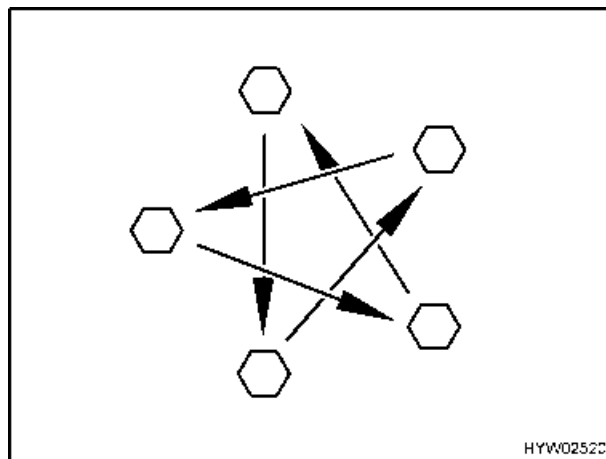

Fig. 72 Serrare a croce i dadi o i bulloni delle ruote
- Controllare regolarmente il serraggio dei dadi o dei bulloni. Regolare a croce (Fig. 72) il serraggio dei dadi o dei bulloni di una ruota sostituita dopo circa 50 km. Per il valore della coppia di serraggio consultare il paragrafo Coppia di serraggio.
- ▶ Serrare a croce i dadi o i bulloni delle ruote (Fig. 72). Per il valore della coppia di serraggio consultare il paragrafo Coppia di serraggio.